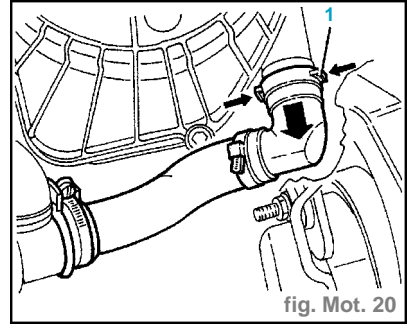

fig. Mot. 20
- Appuyer sur les deux ressorts de l'ancrage rapide et déconnecter la durit inférieure du radiateur (1) (fig. Mot. 20).